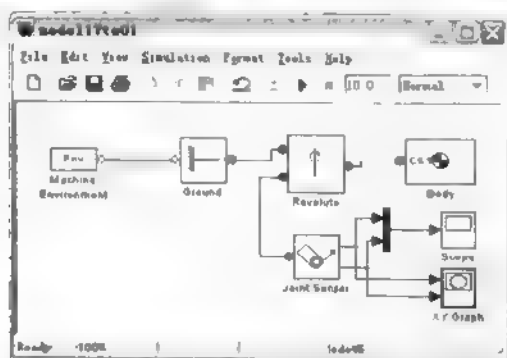

图 17.21 添加 Joint Sensor 模块后的完整模型图
(1) 在 SimMechanics 库中，打开 Sensors & Actuators 模块库，拖放 Joint Sensor 模块到模型窗口中。
(2) 打开 Revolute 模块参数对话框，将 Number of sensor/actuator ports 原来的 0 改为 1，Revolute 模块就多了一个连接端口(空心○)。单击 OK 按钮关闭参数对话框。
(3) 将这个空心端口与 Joint Sensor 模块端口相连，空心的端口就会变成实心端口●。
(4) 打开 Joint Sensor 模块参数对话框，选中 Angle 和 Angular velocity 复选框，取消其他默认选项，单击 OK 按钮关闭参数对话框。
(5) 打开 Simulink 库浏览器，从 Sinks 库中拖放一个 Scope 模块和一个 XY Graph 模块到模型窗口。从 Signal Routing 库中，拖放一个 Mux 模块，然后依次连接如图 17.21 所示。
(6) 保存模型为 model17to01.mdl，最好在建立模型时就保存。